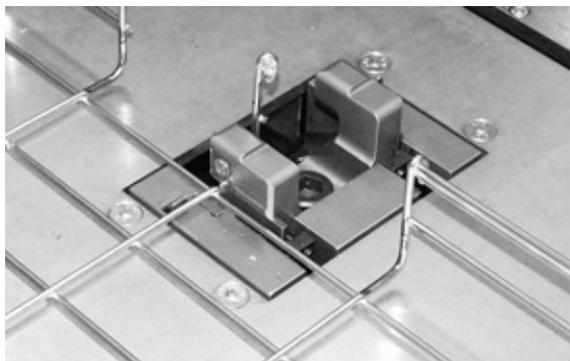

*Figura 4.30 – Taglio doppi laterali*
3. eseguire tutti i tagli doppi laterali (figura 4.30) seguendo la stessa procedura del taglio testa/coda descritta nel Paragrafo 4.3.2.5 “Taglio Testa/coda”;